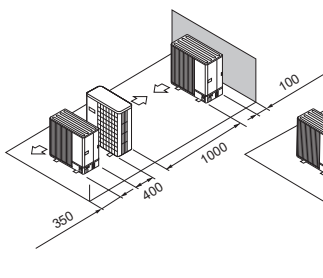

Fig. 2-16
- (5) Aranjare: o singură unitate pe rând, mai multe unități paralele (Fig. 2-16)